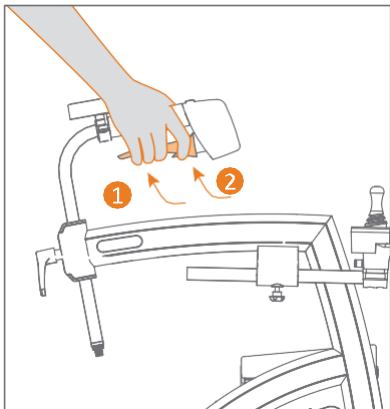

Figura 56: Aplique los frenos de estacionamiento
Active el modo de rueda libre solo en superficies planas y uniformes, o aplique los frenos de mano si existe el riesgo de que el Rollz Motion Electric 2 se mueva inesperadamente debido a un terreno irregular. Para aplicar el freno de estacionamiento, apriete primero los frenos de mano (1) y simultáneamente apriete las palancas del freno de estacionamiento (2) (**Figura 56**) .